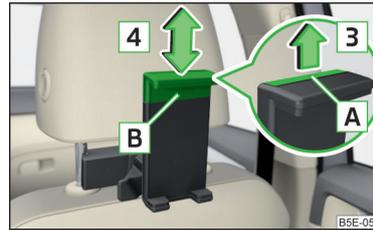

Abb. 108 Haltergröße anpassen
- Die Sicherungslasche A in Pfeilrichtung 3 herausziehen und den Teil B in Pfeilrichtung 4 in die gewünschte Position verschieben » Abb. 108.